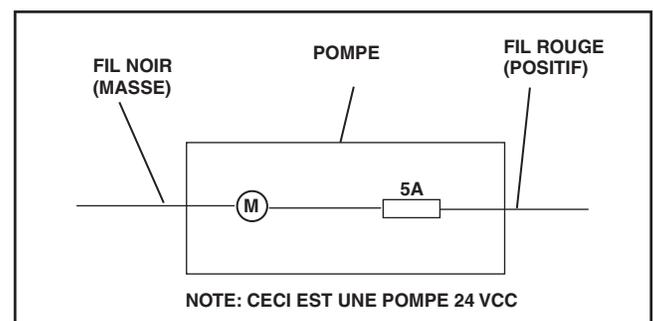

Figure A3 - Connexions électriques de la pompe
4. Brancher le filage électrique. Voir Figure A3.